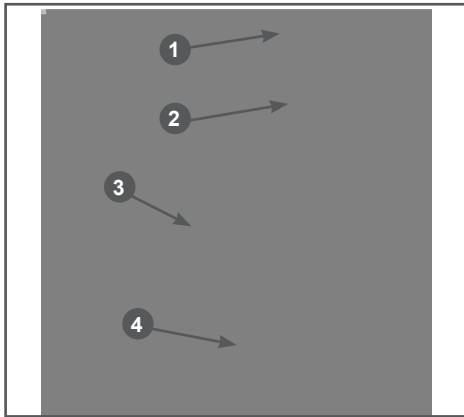

Рис. 22 Топливный бак и топливные фильтры
структивно объединен со штуцером топливного бака и установлен внутри бака (Рис. 22).
денсата. Перед этим рекомендуется полностью выработать топливо. Одновременно с очисткой топливного бака необходимо проверять и очищать фильтр 4, установленный внутри бака (Рис. 22). Поврежденный или сильно загрязненный фильтр необходимо заменить.
3. Выкрутите из топливного бака выходной штуцер 4 и произведите его очистку (Рис. 22). Внимательно осмотрите сетчатый фильтр. При обнаружении механических повреждений замените штуцер топливного бака.